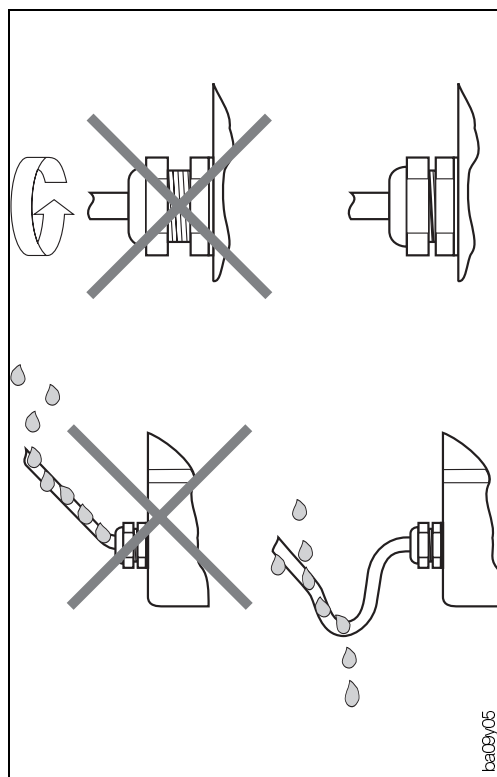

Fig. 5
- Serrer les presse-étoupe à fond (fig.5).
- Afin d'éviter la pénétration de liquides dans le presse-étoupe, former une boucle avec le tronçon de câble précédant le presse-étoupe, voir fig. 5.